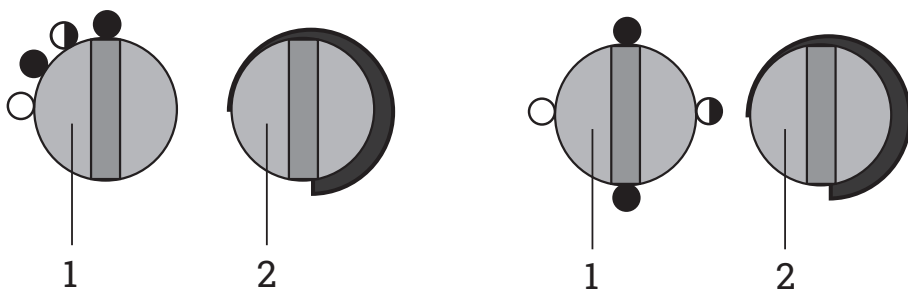

Рис. 2. Варианты блока управления
1. Установить ручку переключателя режимов (1) в положение «0». Повернуть ручку терморегулятора (2) в крайнее против часовой стрелки положение.
2. Для подключения к стационарной электросети тепловая пушка комплектуется сетевой вилкой (установлена на корпусе тепловой пушки) и ответной сетевой розеткой. Кабель питания в комплект поставки не входит. Схему расположения контактов на вилке см. в приложении на рис. 2.
Установить ручку переключателя режимов (1) (рис. 2) в положение «2».
Повернуть ручку терморегулятора (2) (рис. 2) по часовой стрелке до включения нагревателей. С помощью этой ручки задается необходимая температура в помещении до +40 °С. По достижении заданной температуры терморегулятор отключает нагреватели.
Перевести ручку терморегулятора (2) (рис. 2) в крайнее против часовой стрелки положение.
Установить переключатель режимов (1) (рис. 2) в положение «1» (вентиляция без нагрева) и дать поработать тепловой пушке в режиме вентиляции не менее 60 секунд для охлаждения нагревателей.
Внимание! Частое срабатывание устройства аварийного отключения не является нормальным режимом работы тепловой пушки. При появлении признаков ненормальной работы установить переключатель режимов (1) (рис. 2) в положение «0» (выключено). Вынуть вилку из розетки и выяснить причины, вызывавшие аварийное отключение. Устранить их.